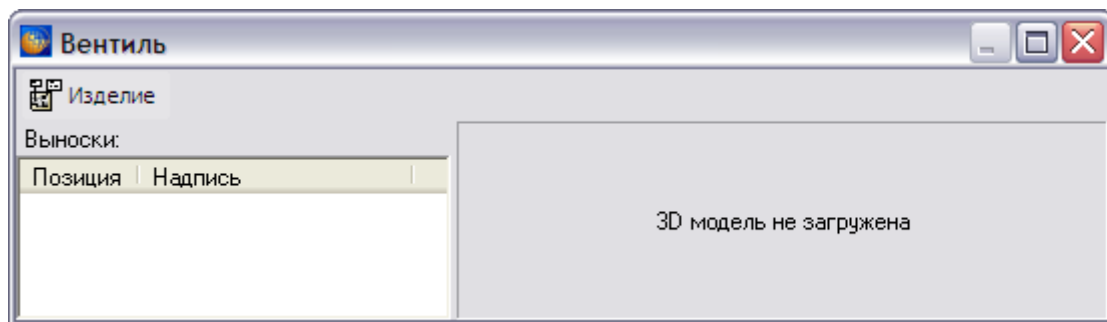

Рис. 6.76
4. Нажмите на кнопку **Применить**. При этом откроется окно для загрузки 3D модели с названием «Вентиль» (Рис. 6.76).